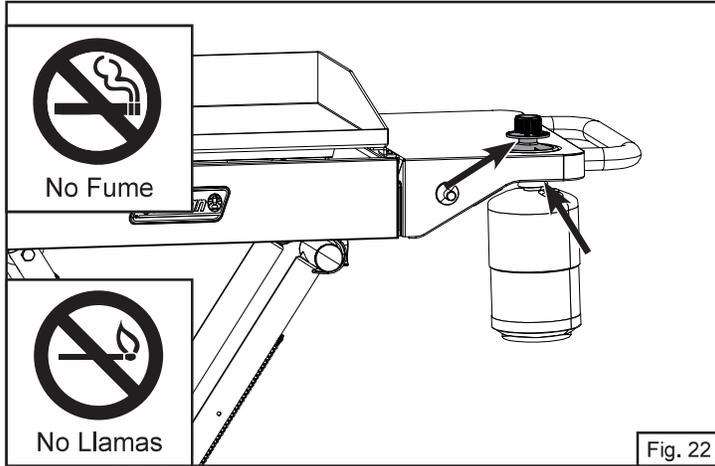

Fig. 22
3. Aplique una solución jabonosa a las conexiones indicadas con las flechas. (Fig. 22) Si aparecen burbujas en estas áreas, esto indica una fuga.